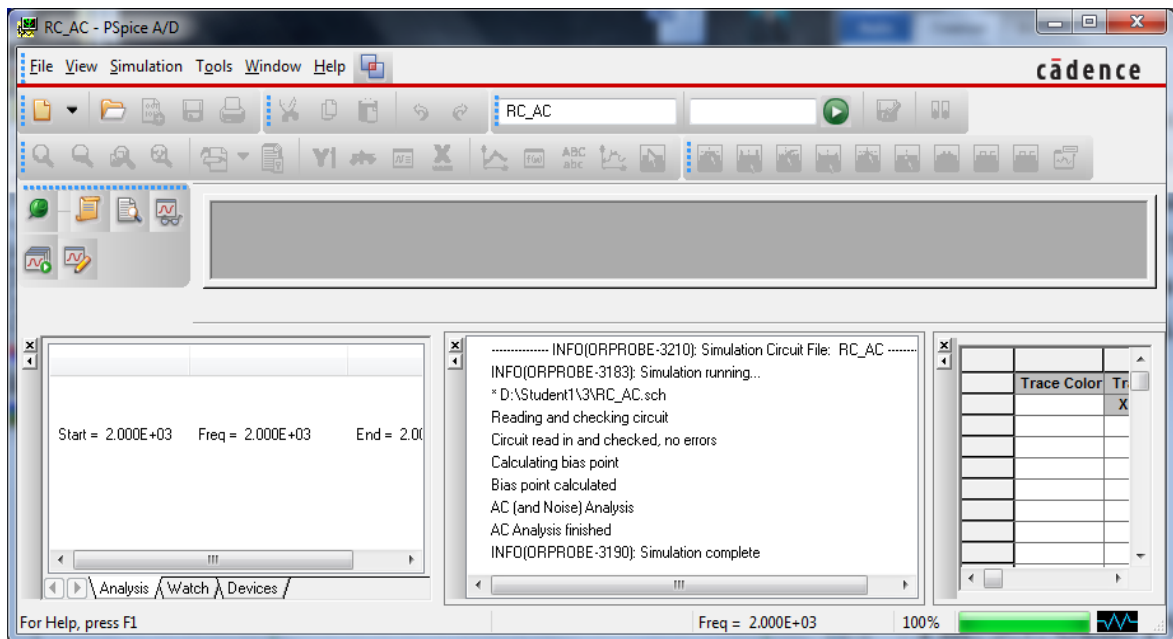

Рис. 14.7. Вікно PSPICE A/D після завершення аналізу AC Sweep при  $f = 2$  кГц
8) Тепер запустіть процес моделювання (виберіть команду **Analysis** → **Simulate** або натисніть по відповідній їй кнопці, що знаходиться на панелі інструментів редактора PSpice Schematics). Під час виконання моделювання на екрані з'явиться вікно PSPICE A/D (рис. 14.7), де можна спостерігати за ходом виконання розрахунків.